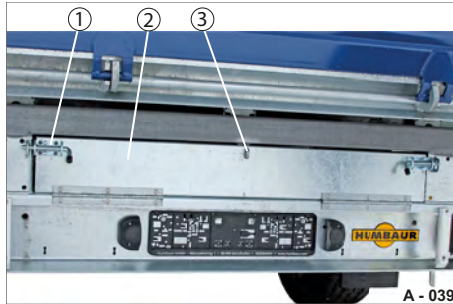

Abb. 160 Auffahrbohlen-Schacht, ZU
► Schließen Sie ggf. das Bügelschloss am Ansatz (Abb. 160/3) auf.